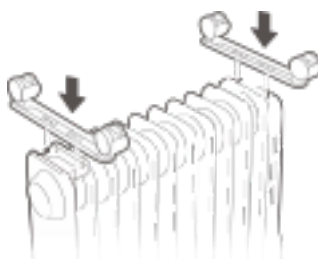

Рис. 1
2. Установите пластины с роликами отверстиями на винты, расположенные слева и справа в нижней части прибора: слева на опорную пластину роликов в нижней части секции и справа на блок управления (рис. 1).